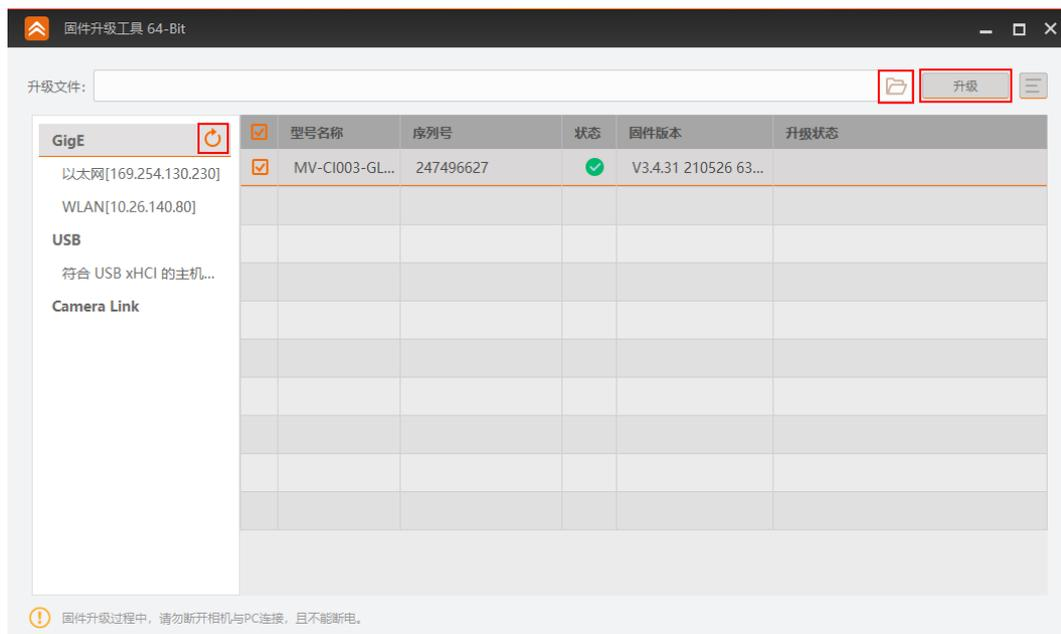

图7-22 固件升级
2. 点击工具左侧 GigE 接口处的  枚举网口相机，在右侧选中需要升级且处于可用状态的设备，如图 7-22 所示。